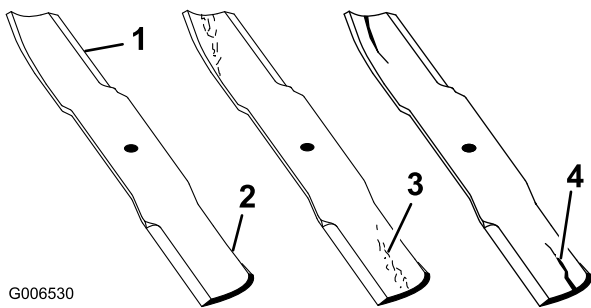

Figura 61
1. Inspeccione as extremidades de corte (Figura 61). Se as extremidades não estiverem afiadas ou estiverem amolgadas retire e afie as lâminas. Consulte Afiação das lâminas.
2. Inspeccione as lâminas, especialmente a área em curva (Figura 61). Se verificar quaisquer danos, desgaste, ou a formação de ranhuras nesta área (Figura 61), instale imediatamente uma lâmina nova.